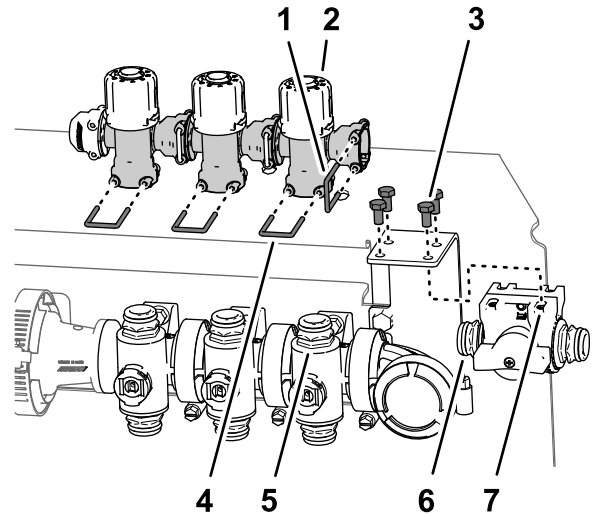

Рисунок 49
1. Снимите 4 болта (6 x 12 мм), которые крепят перепускной отсечной клапан к опорному кронштейну клапана (Рисунок 49).
2. Снимите держатель, который крепит перепускной отсечной клапан к перепускному клапану правой секции стрелы, и снимите отсечной клапан (Рисунок 49).
3. Снимите три держателя, которые крепят три перепускных клапана к трем коллекторным клапанам (Рисунок 49).
4. Поднимите три перепускных клапана, чтобы снять их с трех быстроразъемных соединителей на коллекторных клапанах (Рисунок 49).